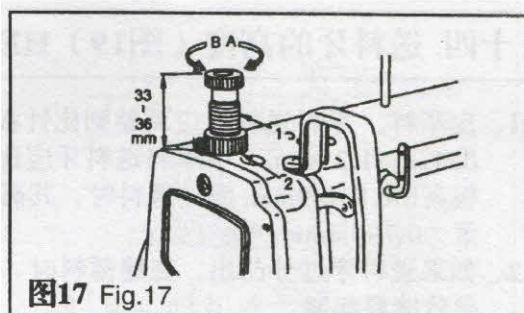

图17 Fig.17
1) Чтобы остановить машину при верхнем положении прижимной лапки, поверните рычаг (1) в направлении (А). Лапка поднимется приблизительно на 5,5мм и остановится.
14. Давление лапки (Fig. 17)